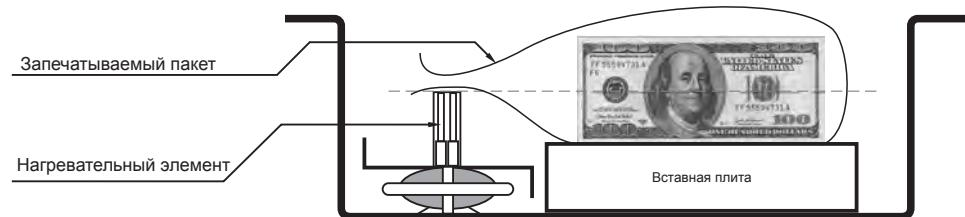

Рисунок 5 Порядок укладки пачки в машину.
- Уложите полиэтиленовые пакеты (с уложенными в них банкнотами), так, чтобы запаиваемые стороны покетов лежали на нагревательном элементе **7** (см. Рис.3), выступая за него примерно на **1 см.** (см. Рис. 5);